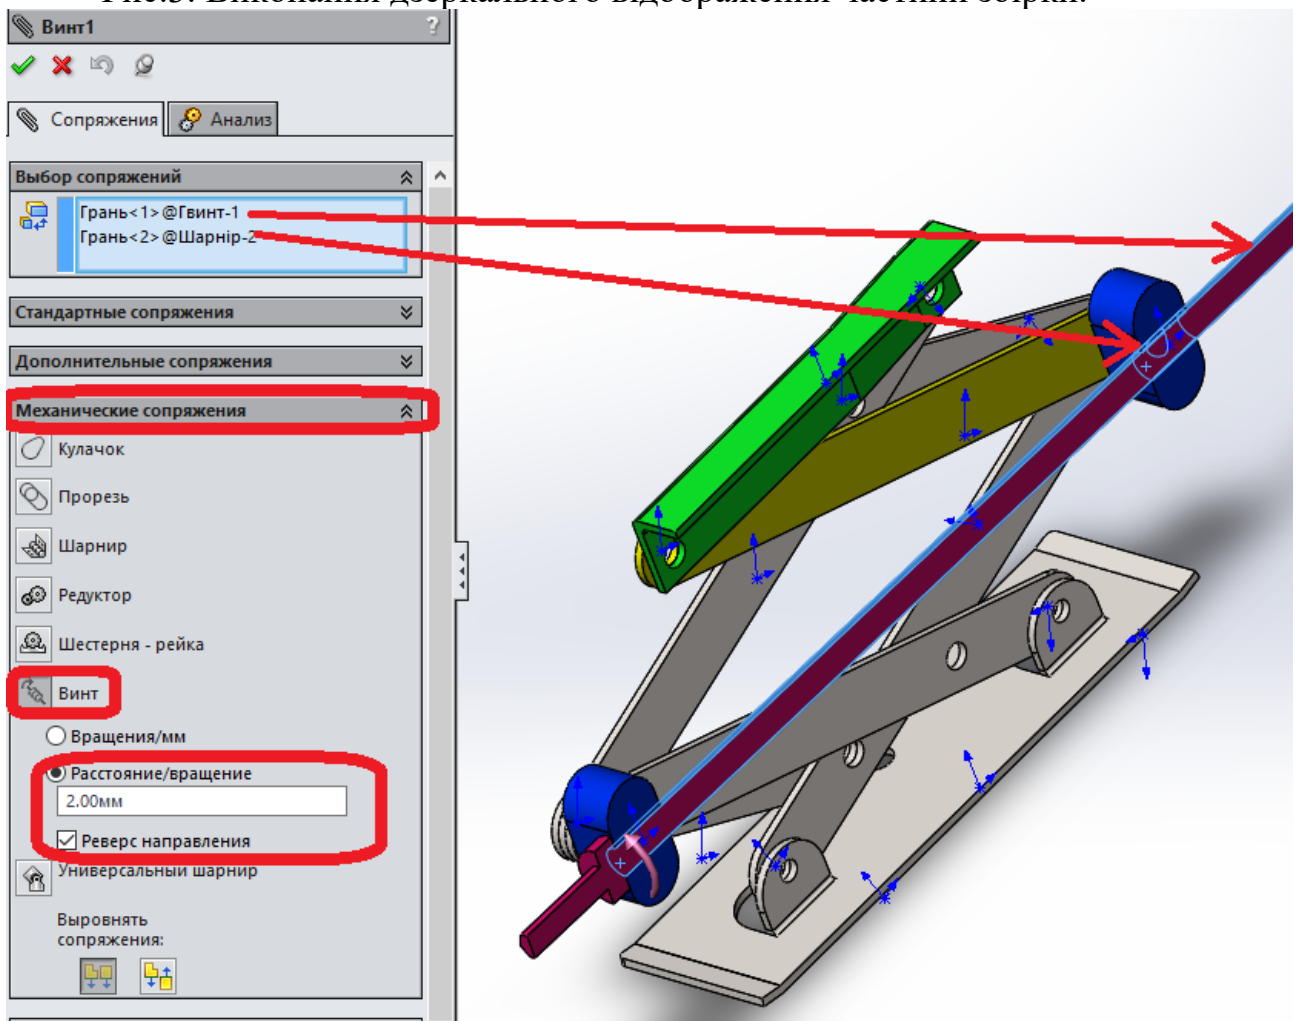

Рис.4. Призначення механічного спряження «Винт»
1.6. Виконати спряження «**Винт**», як це показано на рис. 4.